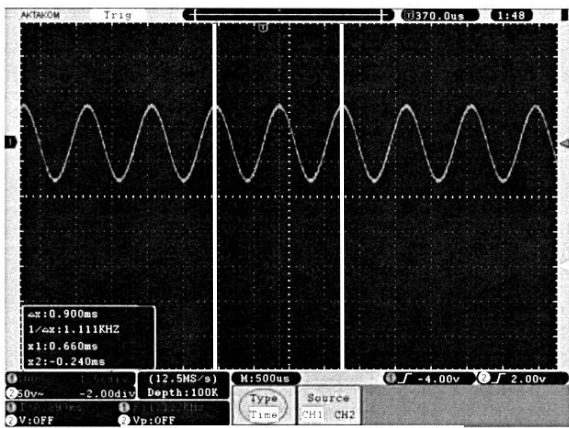

Рис. 3.16. Курсорные измерения во временной области
6. Результат курсорных измерений отображается в отдельном окне в нижнем левом углу экрана (рис. 3.16).